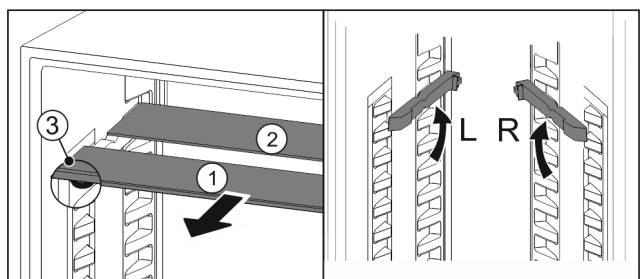

Fig. 131
- ▶ Glasplaten afzonderlijk vanaf de voorkant eruit trekken Fig. 131 (1).
- ▷ Glasplaat Fig. 131 (1) met sierlijst ligt voor.
- ▷ Stops Fig. 131 (3) zijn naar onder gericht.